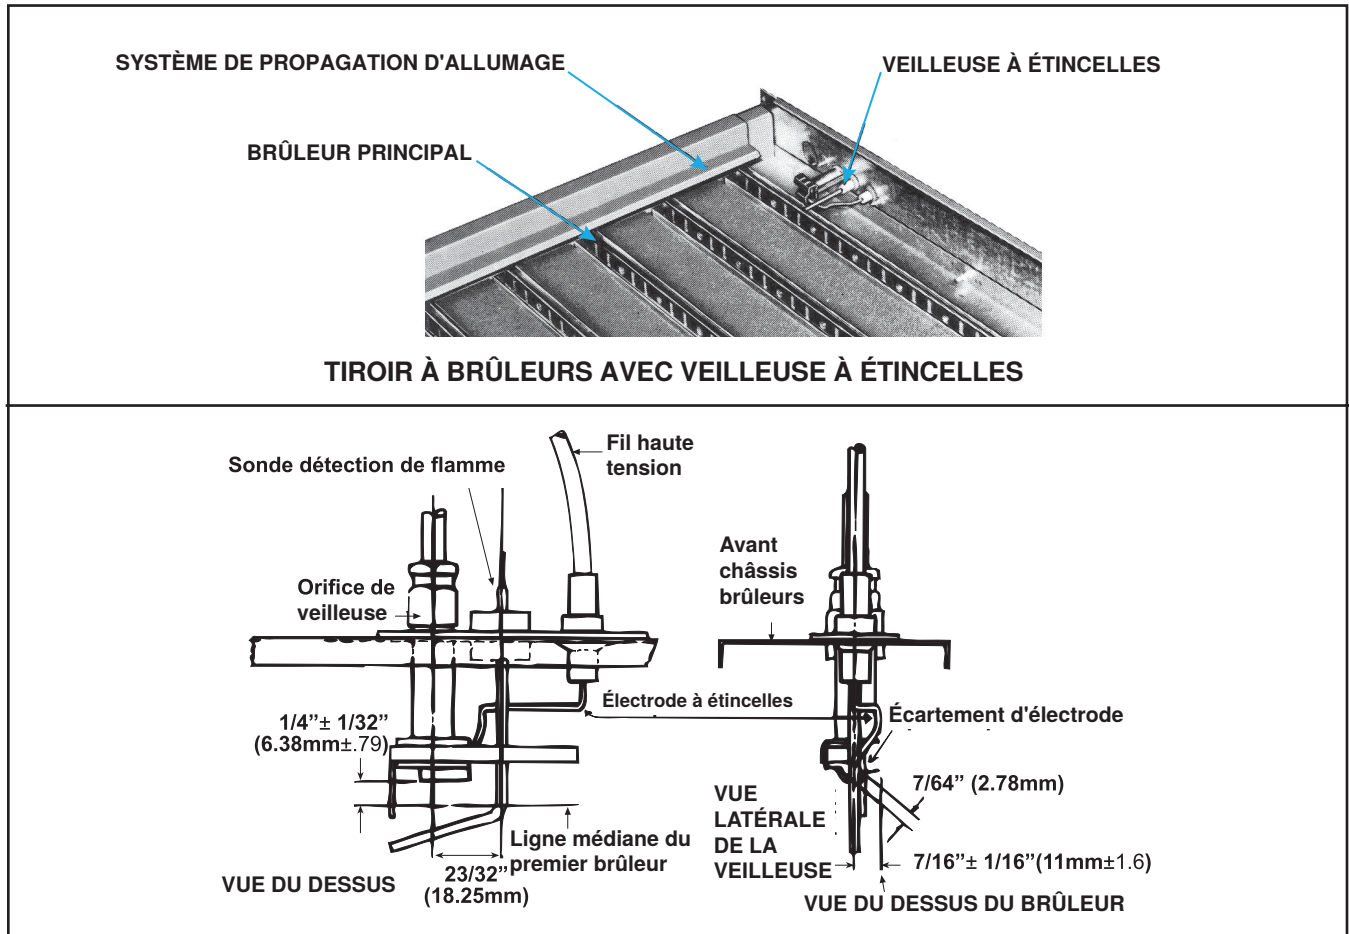

Figure 22. Veilleuse à étincelles
La veilleuse horizontale est située au niveau de l'extrémité de commande du plateau de brûleurs. Il est possible d'y accéder après avoir enlevé le panneau du compartiment de commande. Toutes les veilleuses sont à cible et sont dotées d'un dispositif sans microfilament (voir **Figure 22**). La pression de gaz de la veilleuse doit être identique à la pression de la canalisation de gaz (reportez-vous à la section **Pression d'alimentation de gaz**). Si nécessaire, ajustez la longueur de la flamme de veilleuse à environ 1-1/4 pouces (32 mm) avec la vis de réglage de la veilleuse sur le corps de la vanne de commande.
- c. Assurez-vous que l'éclateur à étincelle (voir **Figure 22**) est d'environ 7/64 pouce (2.78 mm).